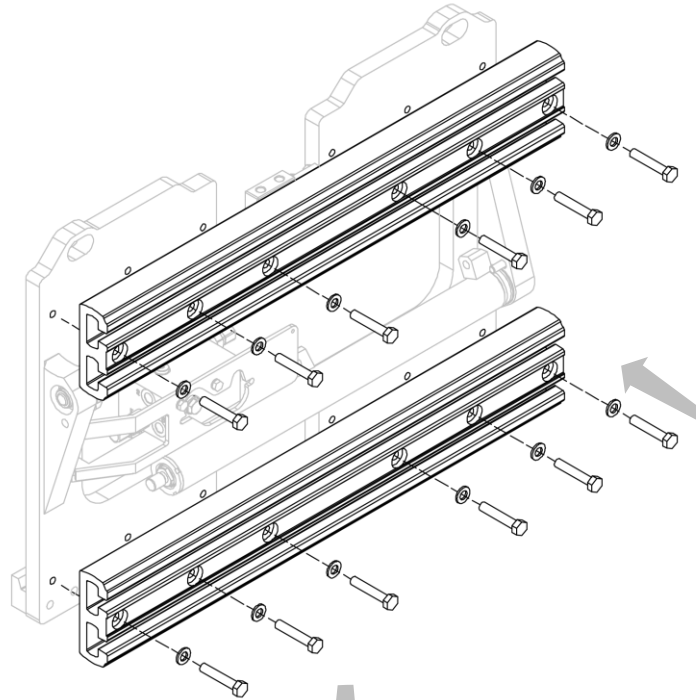
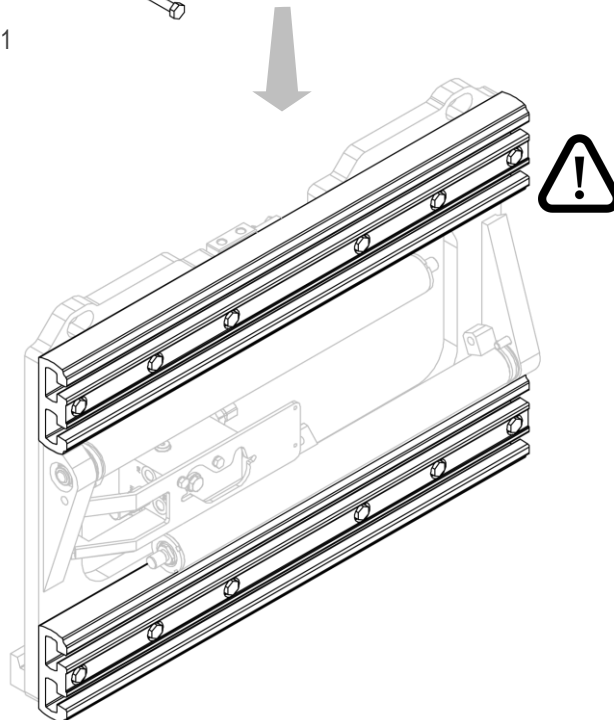

Figure 11
Figure 12
2. Installer, un par un, les profils en aluminium à l'aide des vis prévues à cet effet (voir *Figure 11* et *Figure 12*).